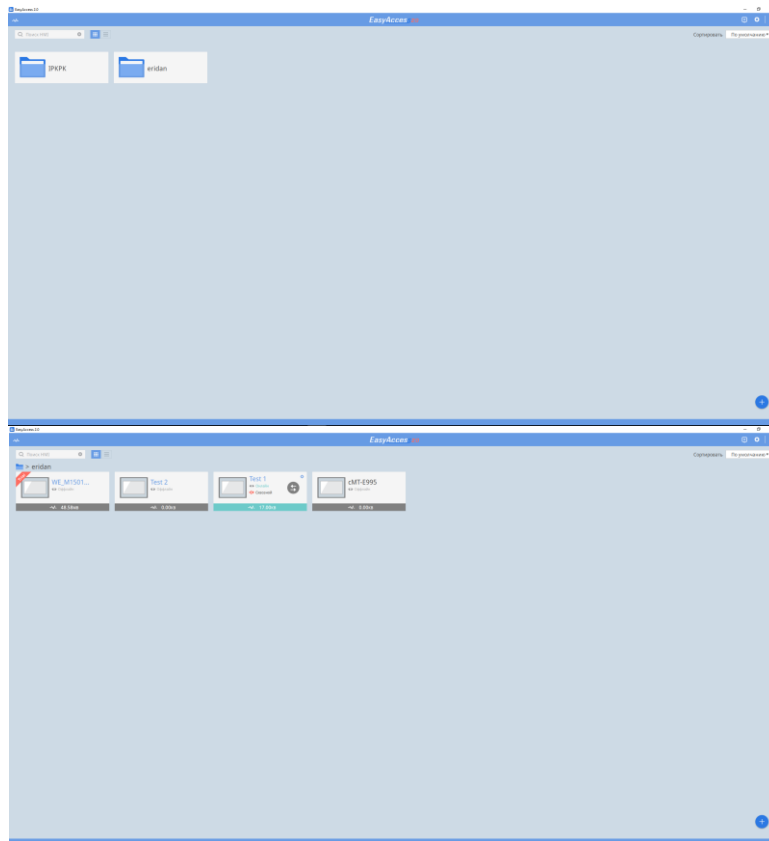

Рисунок 8.2– ПО EasyAccess 2.0
3. После входа в ПО EasyAccess 2.0 (рисунок 8.2) выбрать каталог с панелью (например eridan), выбрать интересующую панель, нажать символ  и скопировать выведенный IP-адрес в буфер обмена.